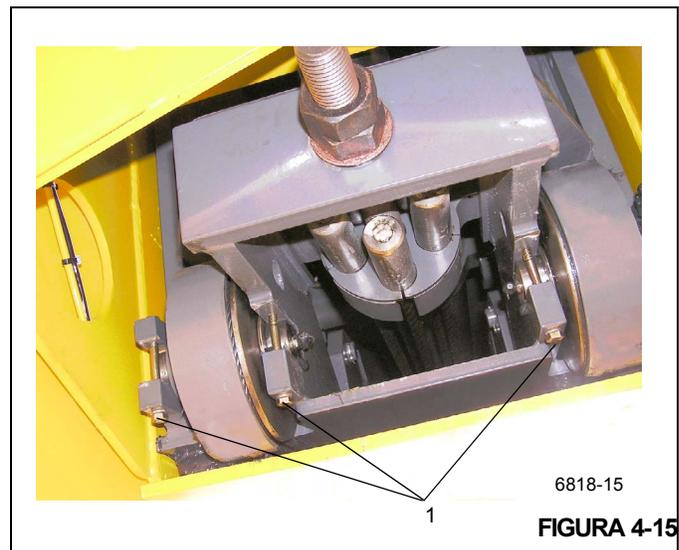

FIGURA 4-15
1. Em ambos os lados, remova os parafusos (Figura 4-15, 1) que prendem cada conjunto soldado do eixo do conjunto de polias de retração. Remova o eixo, a bucha espaçadora, o conjunto de polias e as arruelas de empuxo. Se necessário, remova a graxeira dos conjuntos soldados do eixo.